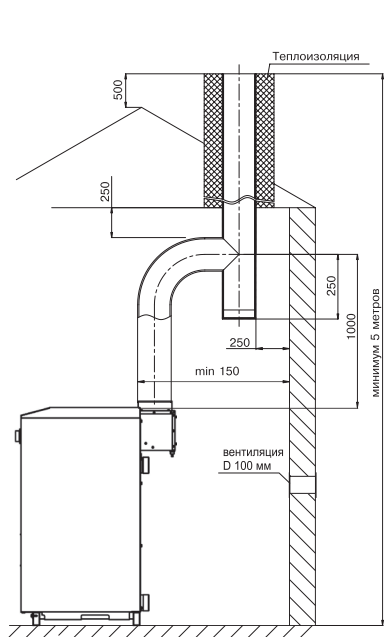

Рис. 4.
- 6.9. Устройство дымоход , к которому подключ ется пп р т отопительный, должно соответствов ть СП42-101-2003 «Общие положения по проектиров нию и строительству г зор спредельных систем» (см. рис. 4).